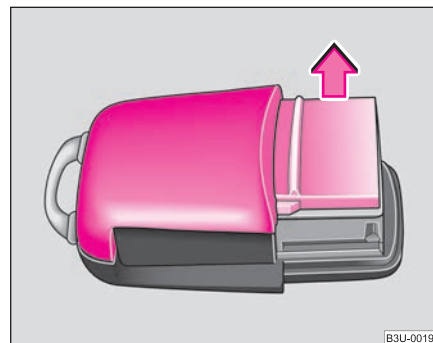

Fig. 21 Tapa de la carcasa del emisor
- Retire la tapa de la carcasa de la emisora ⇒ fig. 21 en la dirección de la flecha.